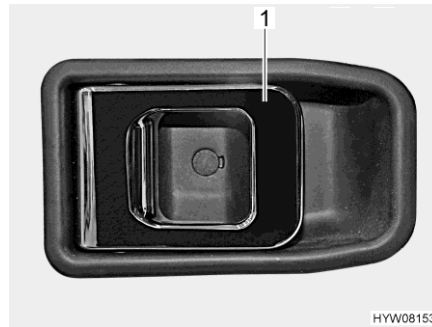

Fig. 56 Serratura della porta (porta conducente, lato interno)
- Apertura:* ■ Tirare la maniglia (Fig. 56,1). La serratura della porta si sblocca o apre.
- Bloccaggio:* ■ Premere la maniglia (Fig. 56,1). La serratura della porta si blocca.